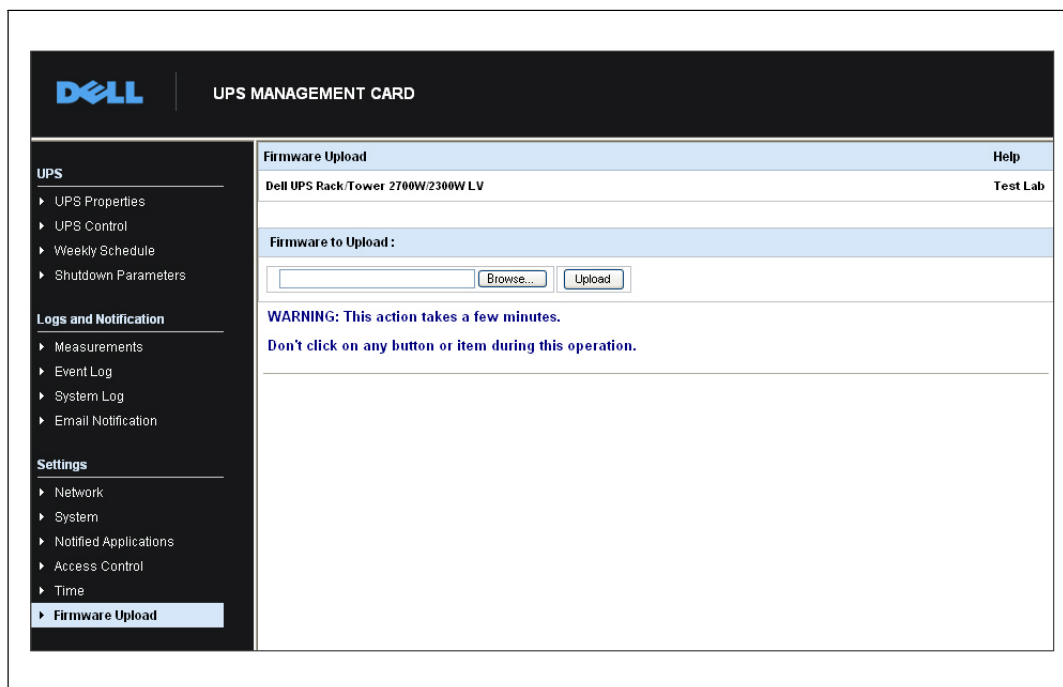

図 46. ファームウェアのアップロードページ
- 2 ファームウェア更新ページを開くには、メニューバーから**ファームウェアのアップロード**をクリックします（図 46を参照）。